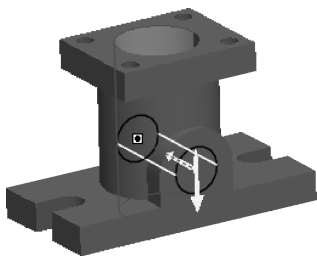

图 4-82 预览水平孔
(5) 单击【草绘器工具】工具栏中的【完成】按钮，接受草绘图形，回到设计窗口。
(6) 在图形区拖动鼠标中键调整观看模型的角度，预览模型，确认拉伸方向为向后，去除材料的方向朝向圆内部。
(7) 单击对话框【拉伸深度类型】列表  后的  按钮，从弹出的列表中选择【到指定项】选项 ，此时对话框出现【目标】收集器，并处于淡绿色激活状态，在图形区选择竖直孔的内表面作为拉伸深度目标，拖动鼠标中键进行几何预览，如图 4-82 所示。